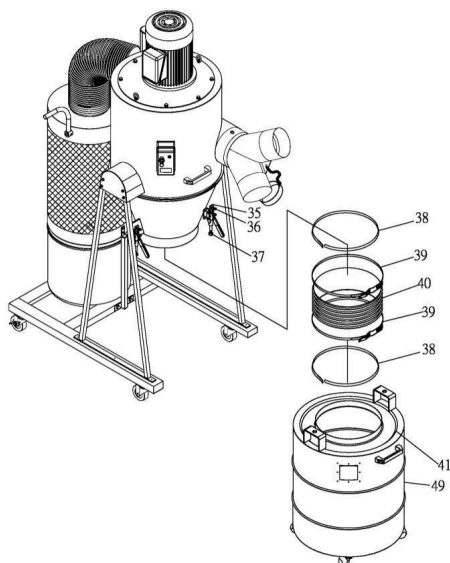

Рисунок 8.
Шаг 8-1. Установите прокладки (38) в форме кольца на дно конуса (34) и крышку барабана (41), затем установите и затяните шланг (40) на конус и крышку барабана при помощи хомута (39). См. рис. 8.